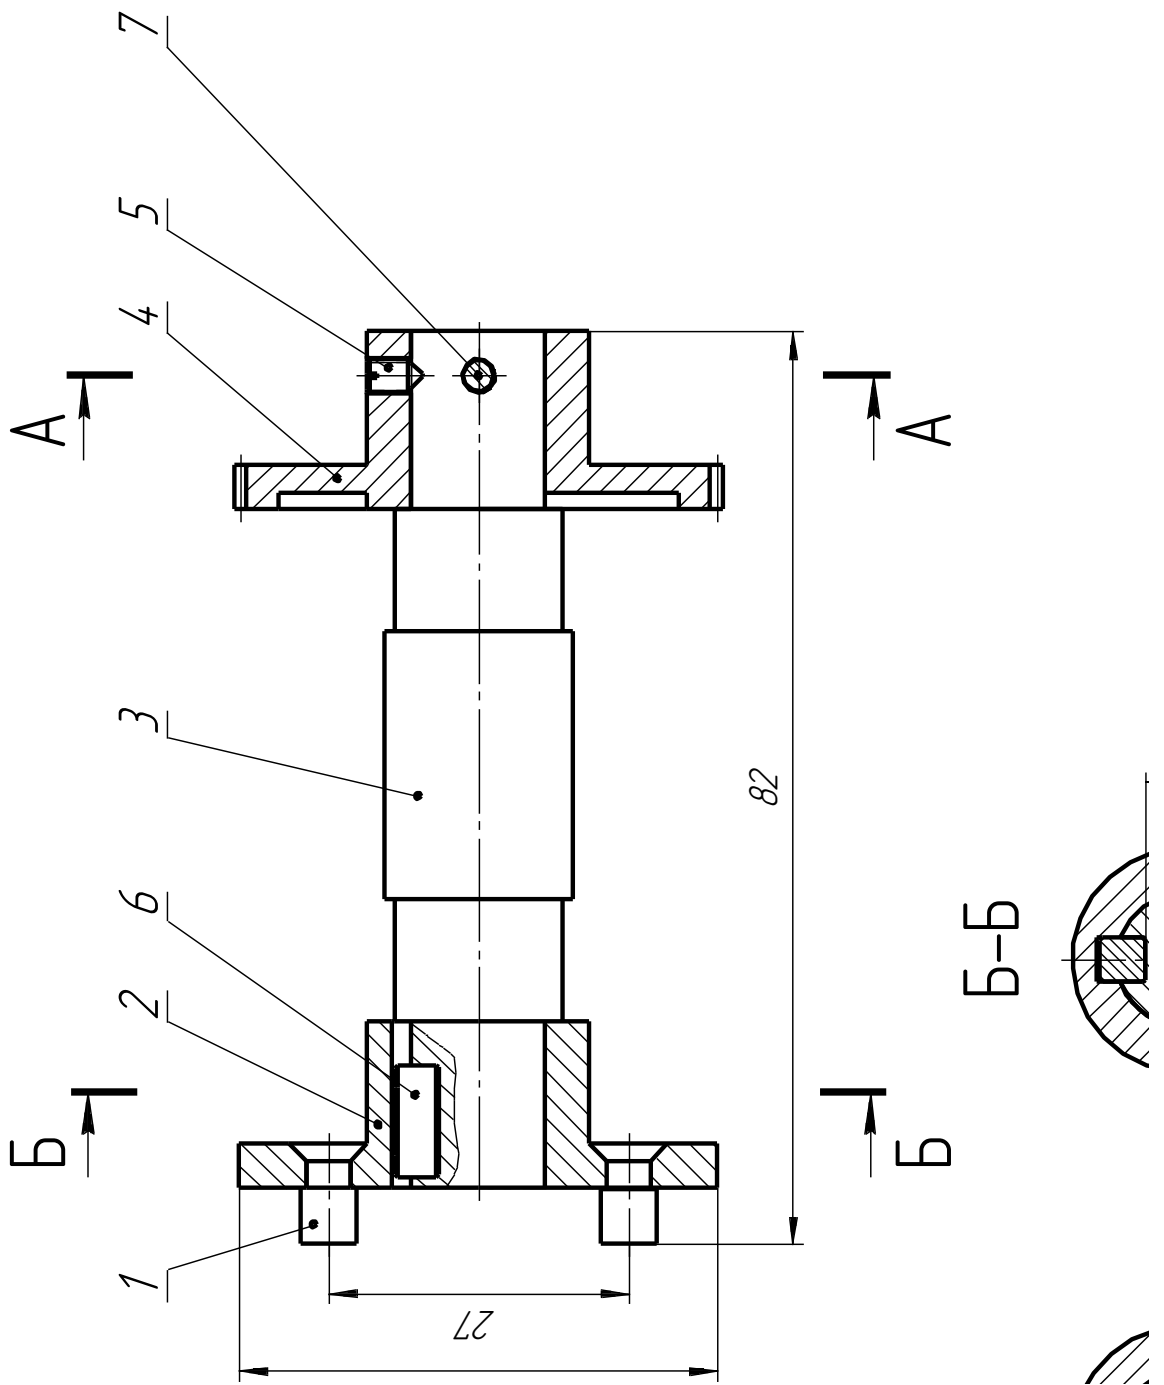

Рисунок 135.
8. Заполните основную надпись (рисунок 135).